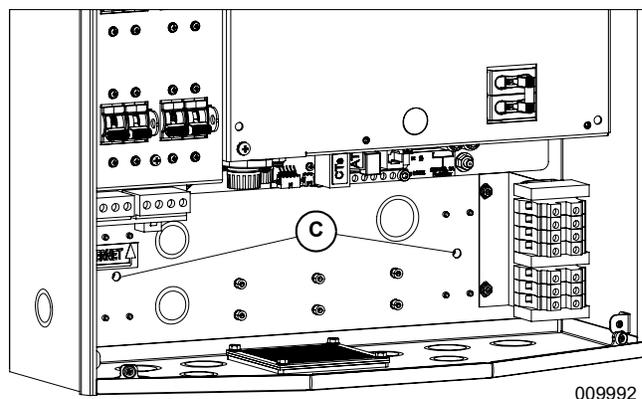

Figure 4-4. Trous de fixation
- Voir Figure 4-4. Fixer le bas de l'inverseur au mur à l'aide de deux vis passées à travers les trous de fixation (C). Les trous sont espacés de 286 mm (11-1/4 po). Utiliser des chevilles d'ancrage ou des cales de fixation comme il se doit.